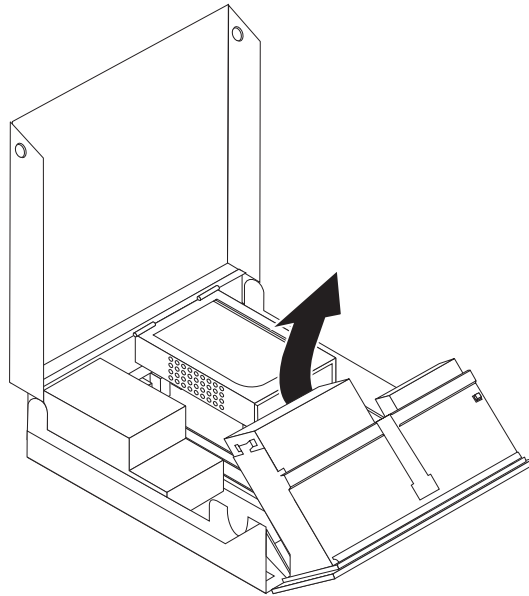

Figura 9. Giro de la bahía de unidades
2. Gire hacia arriba el conjunto de bahías de unidades para poder acceder a las conexiones de los cables y retire de la unidad los cables. Consulte la Figura 9.